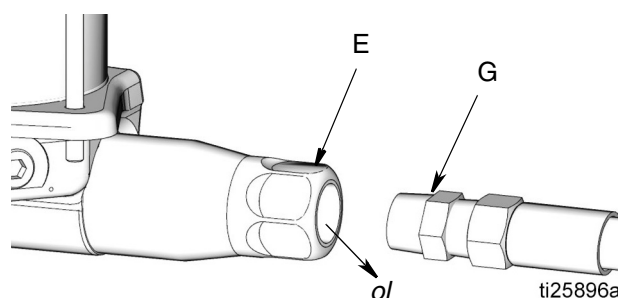

Рис. 8
2. Отсоедините **линию подачи смазочного материала (G)** от **выпускного патрубке насоса (E)** (Рис. 8).
4. Откройте **запорный клапан (V)**.
5. Дайте поработать насосу в течение нескольких ходов поршня до тех пор, пока масло (oil), без пузырьков воздуха, не станет выходить из **выпускного патрубка насоса (E)** (Рис. 8).